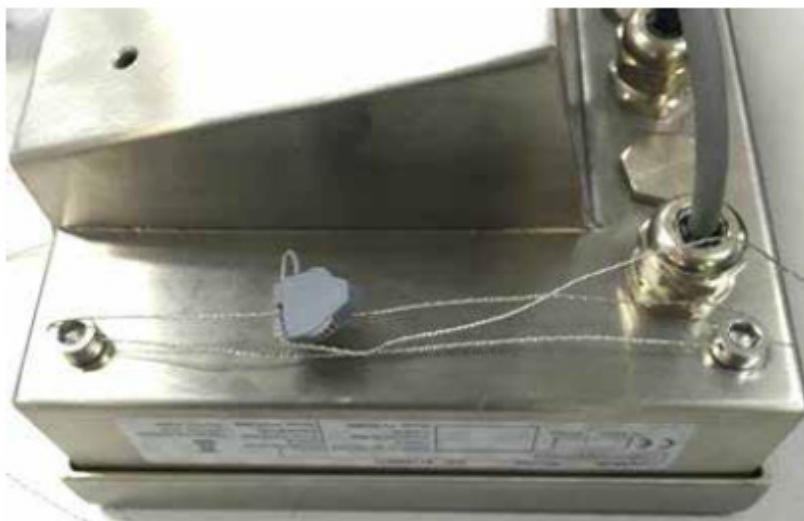

Figura 2-15: Método de Vedação
Os detalhes da vedação de cabos do IND256x são mostrados na Figura 2-15. O procedimento é o seguinte:
2. Passe o fio de vedação através de dois parafusos de vedação adjacentes e, em seguida, fixe o retentor de vedação como mostrado na Figura 2-15.